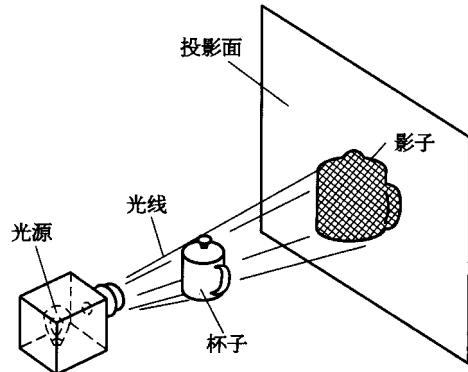

图 1-6 投影
1. 投影 在日常生活中,投影的例子是很多的。当阳光或灯光照射物体时,在地面或墙面上就会产生这个物体的影子,这种影子产生的现象就叫做投影(图 1-6)。